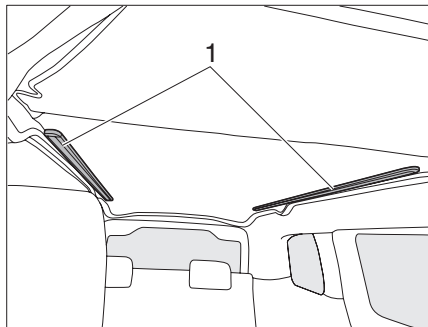
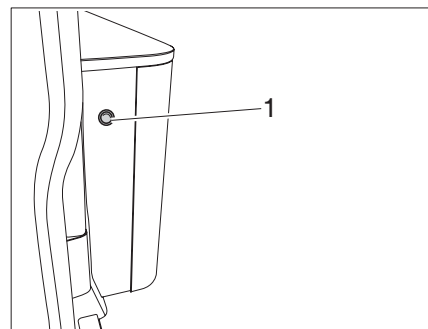
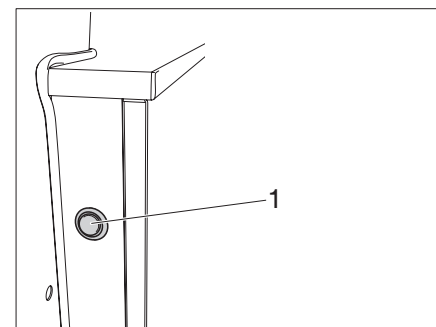
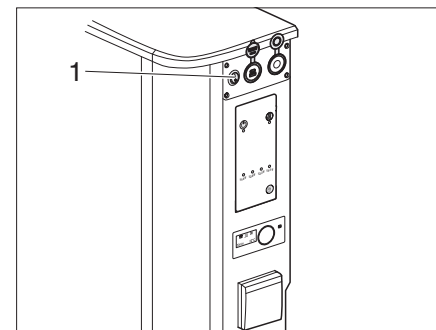

Fig. 27 Las tiras de luz LED bajo la superficie de reposo
Fig. 28 Botón de la entrada
Fig. 29 Botón en la parte trasera
Fig. 30 Botón de la entrada, izquierda
Hay dos tiras de luz LED (Fig. 27,1) a la izquierda y a la derecha debajo de la superficie de reposo.
► Apagar/encender ambas tiras de luz LED (Fig. 27,1) en el botón en la entrada (Fig. 28,1) botón en la parte trasera (Fig. 29,1) o con el botón (Fig. 30,1) en el grupo de conexiones.
La intensidad de iluminación brillo de las tiras de luz LED se puede ajustar con los botones (Fig. 28,1; Fig. 29,1 o Fig. 30,1).